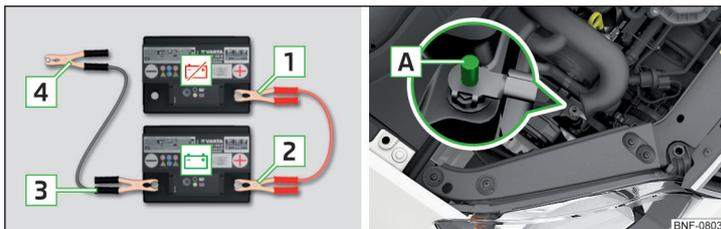

Abb. 125 Starthilfe: ☹ - entladene Batterie, ☺ - stromgebende Batterie / Massepunkt des Motors beim START-STOPP-System
- Bei Fahrzeugen **mit** dem START-STOPP-System die Klemme **4** am Massepunkt des Motors **A** befestigen » Abb. 125.